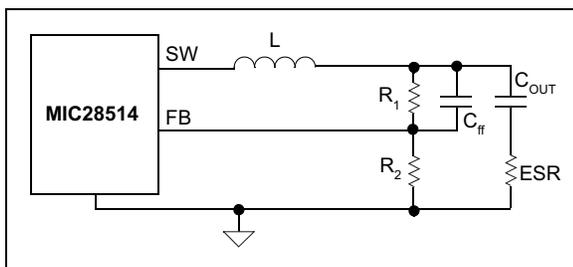

图 5-3: FB处的纹波不足
2. 输出电容的ESR较小，反馈电压处的纹波不足。在这种情况下，输出电压纹波可以通过前馈电容（ $C_{ff}$ ）馈入FB引脚，如图5-3所示。典型的 $C_{ff}$ 值介于1 nF到22 nF之间。